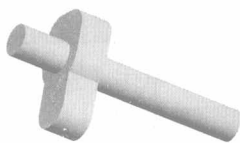
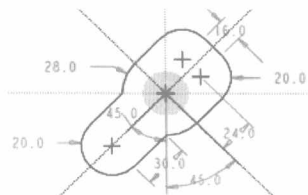

图 1.2.5 拉伸 2
图 1.2.6 截面草图
Step5. 添加如图 1.2.5 所示的拉伸特征——拉伸 2。
(1) 选择下拉菜单 **插入(I)**  $\rightarrow$  **拉伸(E)...** 命令。
(2) 定义截面放置属性。
① 在绘图区右击, 从弹出的快捷菜单中选择 **定义内部草绘...** 命令, 系统弹出“草绘”对话框。
② 设置草绘平面与参照平面。选取 DTM1 基准平面为草绘平面, 选取 TOP 基准平面为参照平面, 方向为 **左**, 单击对话框中的 **草绘** 按钮。
(3) 此时系统进入截面草绘环境, 绘制如图 1.2.6 所示的截面草图, 完成绘制后, 单击“草绘完成”按钮  $\checkmark$ 。
(4) 在操控板中, 选取深度类型为 **对称** (即“对称”), 输入深度值 30。
(5) 单击“完成”按钮  $\checkmark$ , 完成拉伸特征的创建。